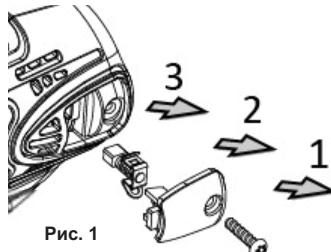

Рис. 1
- A. Используйте отвертку, чтобы удалить винт с задней крышки корпуса, а затем вытащите угольные щетки с правой и левой стороны (см. рис. 1).